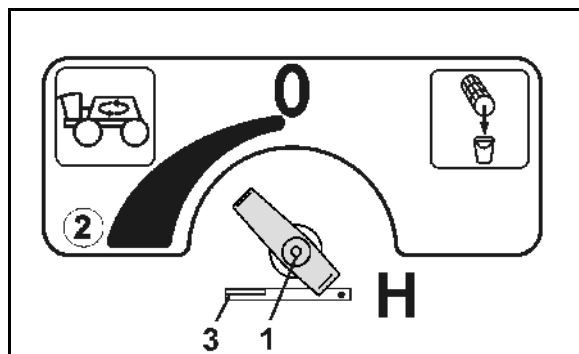

Bild 62
- Extraomröraren ska ställas in på inställningskranen (Bild 62/1).
Extraomröraren är avstängd när inställningskranen står på 0. Omrörningssystemen är frångkopplade när vredet står i läge (Bild 62/2).
Säkring av tryckfiltrets tömningsfunktion (Bild 62/3).